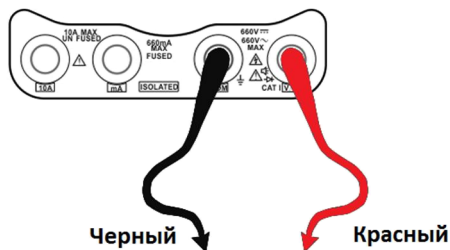

Рис.36
1. Подключить черный щуп к разъему "**COM**", а красный щуп к разъему "**V/Ω**" CCTV-тестера (Рис.36).